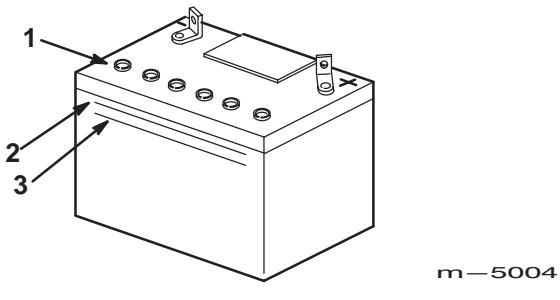

Bild 19
2. Sehen Sie sich die Seite der Batterie an. Der Füllstand muss bis zur oberen Linie reichen (Bild 19). Der Säurestand darf nicht unter die untere Linie fallen (Bild 19).
3. Entfernen Sie die Entlüftungsdeckel von der Batterie (Bild 19).
4. Gießen Sie langsam destilliertes Wasser in jede Batteriezelle, bis der Säurestand die obere Linie (Bild 19) am Batteriegehäuse erreicht.
5. Warten Sie nach dem Füllen der Batteriezellen fünf bis zehn Minuten. Gießen Sie bei Bedarf langsam destilliertes Wasser in jede Batteriezelle, bis der Säurestand die obere Linie (Bild 19) am Batteriegehäuse erreicht.